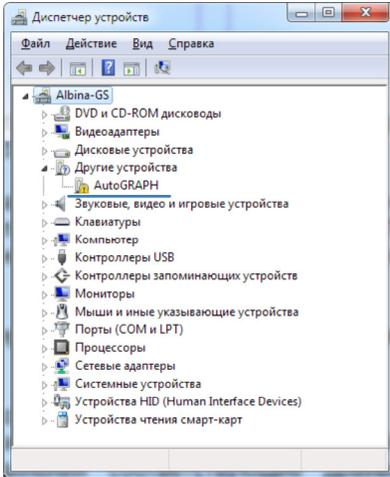

Рис.1.Новое устройство.
Рис.1а – Считывание карт SIM и Smart.
Рис.1б – Считывание карт RFID.
Бесконтактные карты (RFID) можно считать, приложив их к передней панели устройства (Рис.1б). Такую возможность поддерживают устройства «АвтоГРАФ-CardReader-SMART», начиная с серийного номера CR10080. Для бесконтактного считывания в настройках прибора «АвтоГРАФ-CardReader-SMART» должна быть включена функция периодического считывания.
3. В Диспетчере устройств вызовите «Мастер обновления драйверов» для нового устройства «AutoGRAPH» (Рис.1).